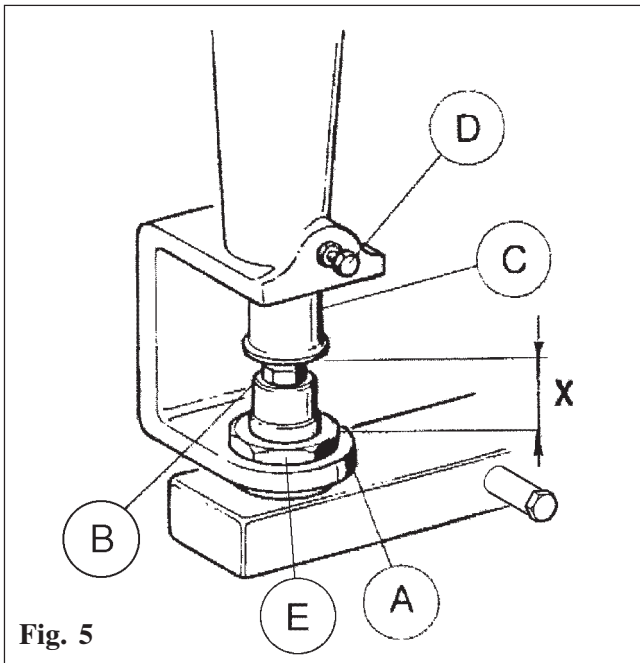

Fig. 5
F) Quemador (Fig. 5)
- Desenrosque la tuerca (Fig. 5 pos. E)